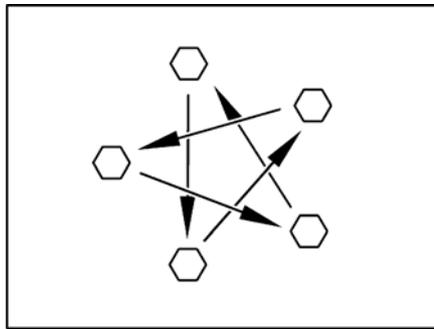

Bild 185 Radmuttern oder Radschrauben über Kreuz anziehen
- Radmuttern oder Radschrauben regelmäßig auf festen Sitz prüfen. Radmuttern oder Radschrauben eines ausgewechselten Rades nach 50 km über Kreuz nachziehen (Bild 185).
- ▶ Radmuttern oder Radschrauben über Kreuz anziehen (Bild 185).